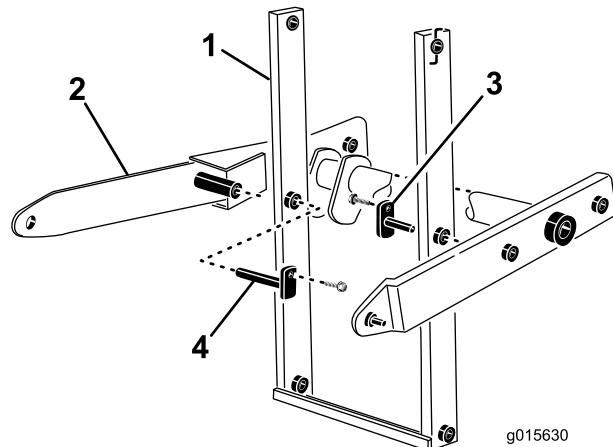

図 16
14. 溶着取り付けピン長いものと短いものをアームアセンブリとメイン昇降アームアセンブリに通す図 16。